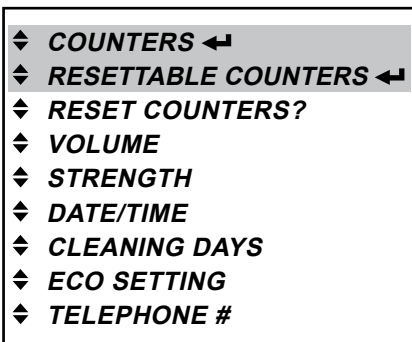

Рис. 55
- Перейти в режиме оператора к меню «COUNTERS» («СЧЕТЧИКИ») и в меню «RESETTABLE COUNTERS» (СБРАСЫВАЕМЫЕ СЧЕТЧИКИ) и нажать кнопку для его вызова. (Рис. 55)